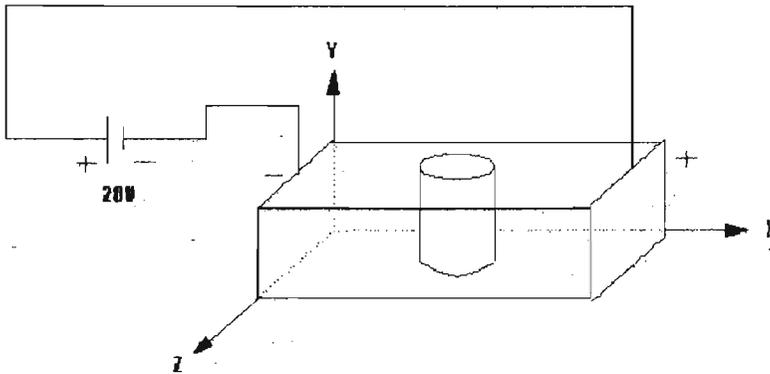

Figura 3.4.
i) Introduzca un cilindro electrostático centrándolo en la caja de superficies equipotenciales, según se muestra en la figura 3.4.